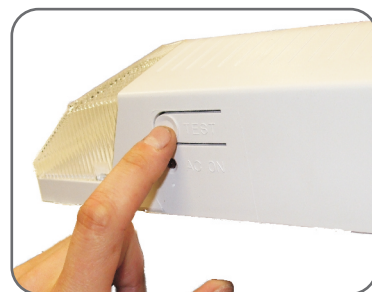

FIG. 5
2. Release the TEST Switch. DC lamps will be extinguished (Figure 5).
2. Relâcher l'interrupteur TEST. Les phares s'éteindront (figure 5).